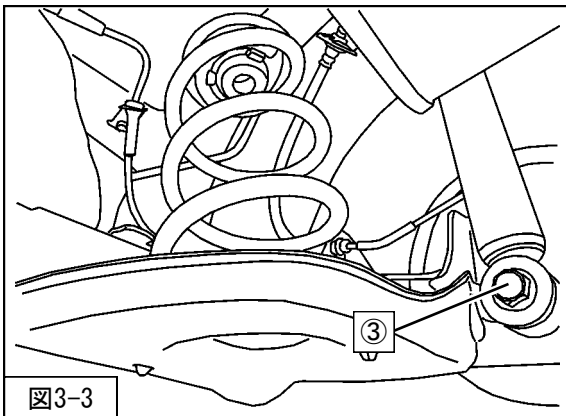

図3-3
4. ③リアショックアブソーバASSYロア取付ボルトを取外してください。(図3-3)